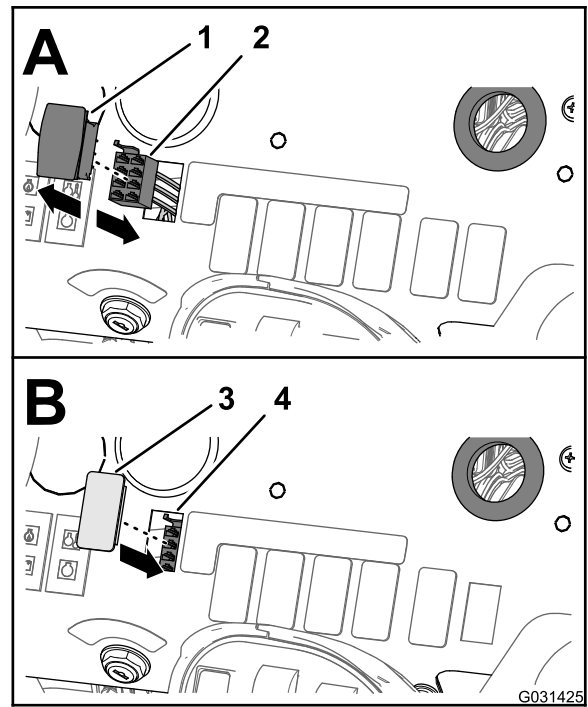

Figure 43
2. Débranchez le connecteur à 8 douilles du faisceau avant de la machine (identifié par « RATE SWITCH ») du connecteur à 8 broches de l'interrupteur (Figure 43).
4. Placez le cache d'interrupteur en face de l'ouverture dans la planche de bord occupée par l'interrupteur de débit précédemment (Figure 43).
5. Insérez le cache dans la planche de bord jusqu'à ce qu'il s'enclenche solidement dedans (Figure 43).
1. Sous la planche de bord de la machine, pincez les languettes de verrouillage de l'interrupteur de régulation de débit et poussez celui-ci hors de la planche de bord (Figure 43).